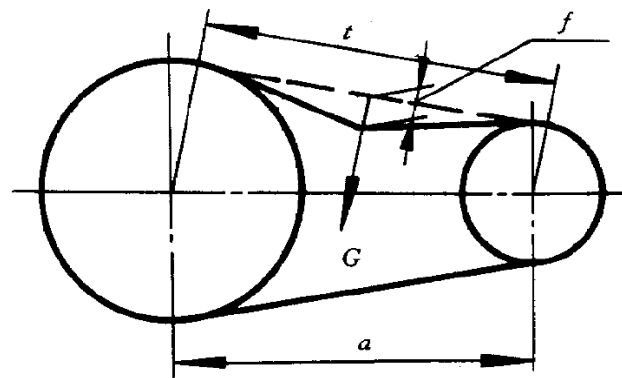

图 13-7 同步带安装挠度
7. 调节螺钉位置，调整同步带至合适的预紧力及安装挠度（参考图 13-7），推荐预紧力为 14.6N，安装挠度为 2.6mm。